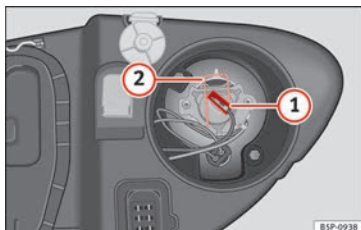

Bild 181 Helljusstrålkastare.
- Demontera kontakten » bild 181 ① från glödlampen.
- Tryck fjädern » bild 181 ② inåt och till höger.